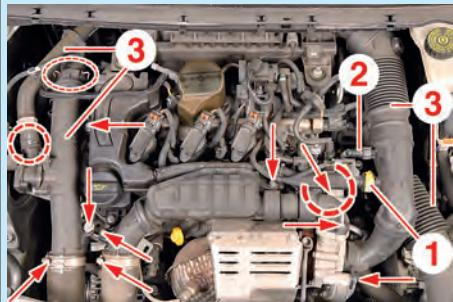

Fig.1
- Débrancher (Fig.1) :
- la durite d'aspiration des vapeurs d'huile (1),
- le conduit d'absorbeur des vapeurs de carburant (2).